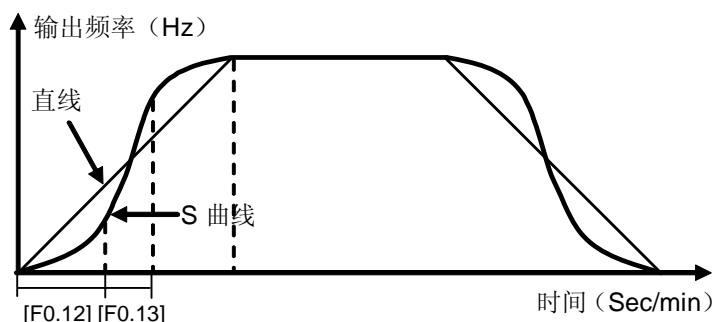

图 6-3 加减速曲线
**LED 个位: 变频器加减速曲线类型设定。**参考图 6-3。
参数[F0.12]和[F0.13]定义了 S 曲线的特征参数，共分为 3 个阶段，如图 6-3 所示。加减速起始段是输出频率的斜率从 0 逐渐增大的过程；加减速上升/下降段输出频率的斜率保持不变；加减速结束段变频器输出频率的斜率由大逐渐减小至 0。